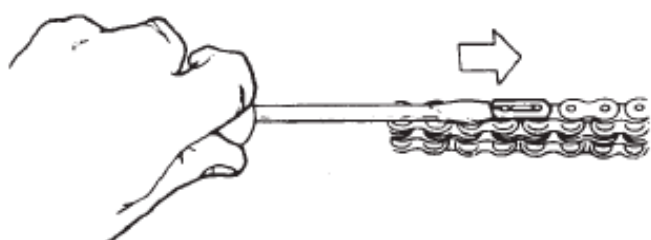
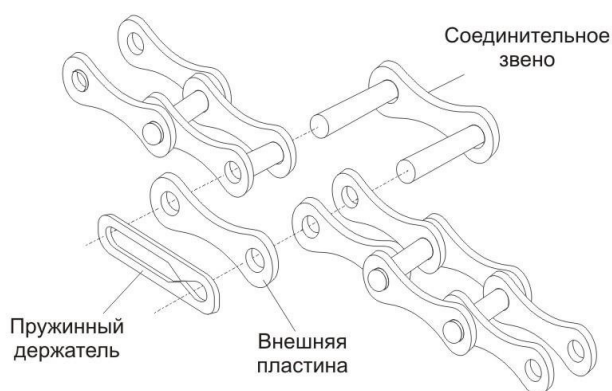

Рис. 7.2. Снятие пружинного держателя
Рис. 7.3. Компоненты приводной цепи
- Снимите с соединительного звена пружинную защелку, как показано на рис. 7.2. Снимите наружную пластину звена цепи и отведите соединительное звено. Внутренние пластины освободятся после извлечения соединительного звена (Рис. 7.3.).